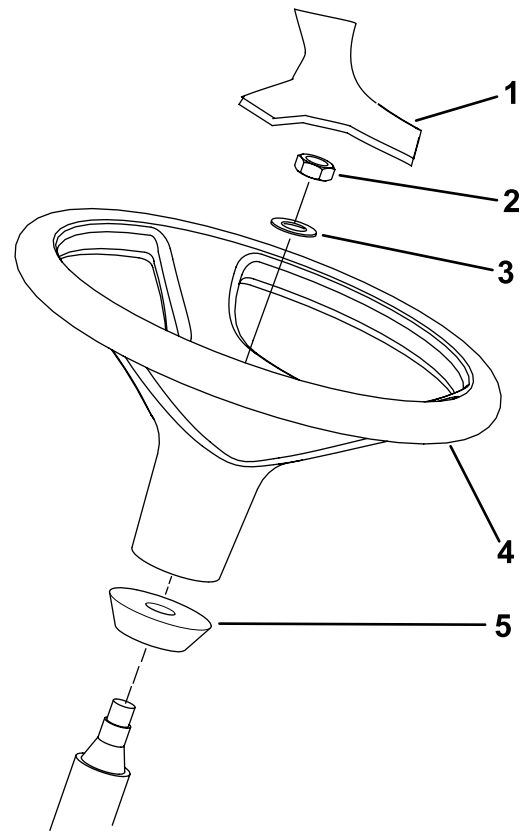

Figure 12
1. Déposez le volant du support d'expédition (Figure 12).
Remarque: Vérifiez que la bague en mousse reste bien sur l'arbre de direction (Figure 12).
3. Glissez le volant et la rondelle sur l'arbre de direction (Figure 12).
5. Posez le couvre-moyeu sur le volant (Figure 12)